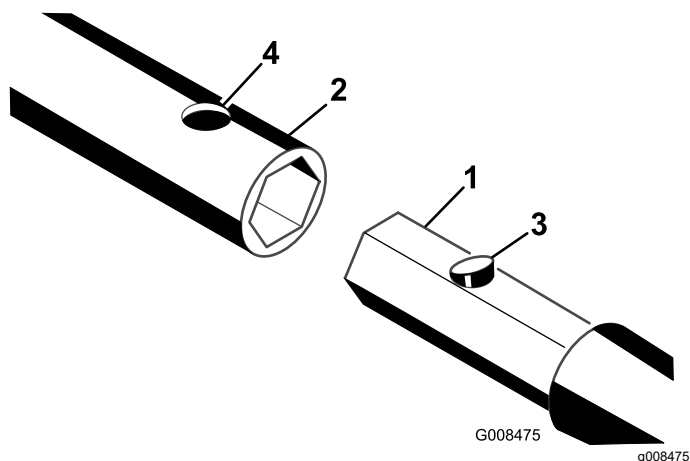

图 3
- 将杆的六角轴、钻头或铰刀滑入套筒。将套筒上的孔与按钮式接头对齐 图 3。
- 按下按钮式接头并将轴推入套筒直到接头卡入套筒中的孔中 图 3。